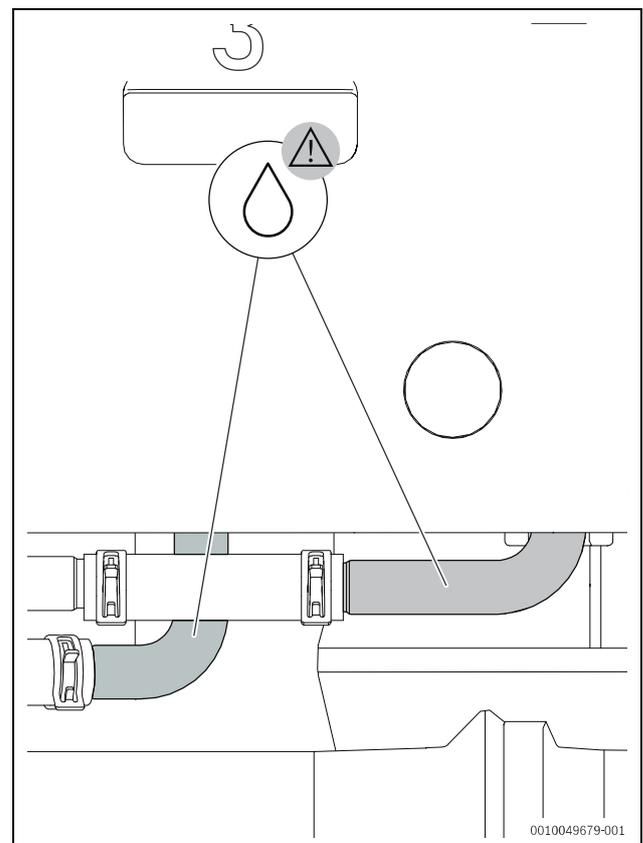

Bild 18 Röhren, die isoliert werden müssen, wenn der Kühlbetrieb bei Temperaturen unter dem Taupunkt verwendet wird.
- ▶ Um eine Wärmebrücke zu verhindern, muss der Installateur die Wärmerohre isolieren (siehe → Bild 18 "Röhren, die isoliert werden müssen, wenn der Kühlbetrieb bei Temperaturen unter dem Taupunkt verwendet wird.>").